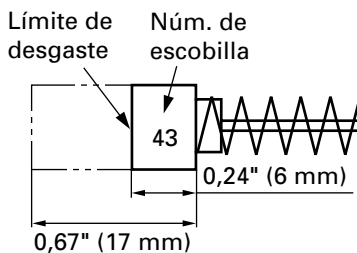

Fig. 28
## 4. Inspeccionar los escobillas de carbón (Fig. 28)
**NOTA:** Utilice las escobillas HITACHI Núm. 43 indicadas en la Fig. 28.